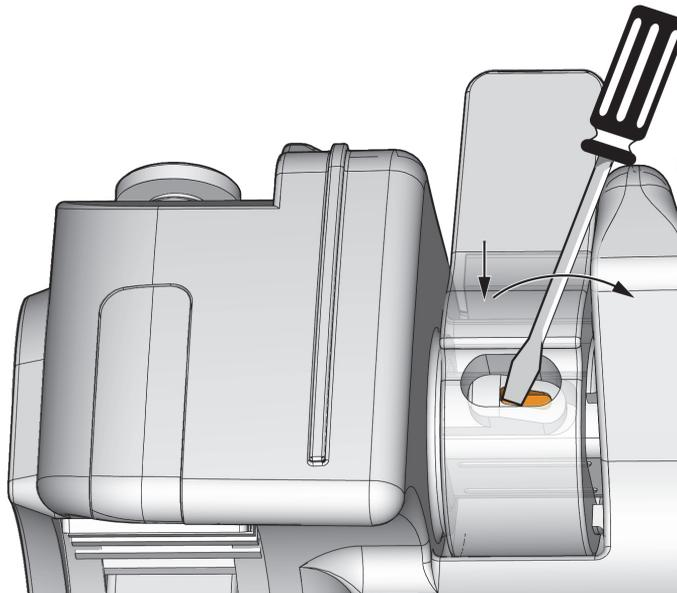

Figure 5-9 Fente de la clavette de l'arbre de frein
3. Insérez la pointe d'un tournevis plat dans la petite rainure de la clavette de l'arbre (Figure 5-9 à la page 85).
4. Enfoncez la clavette de l'arbre et inclinez le tournevis vers l'intérieur pour pousser l'arbre vers l'extérieur (voir les flèches dans la Figure 5-9 à la page 85).